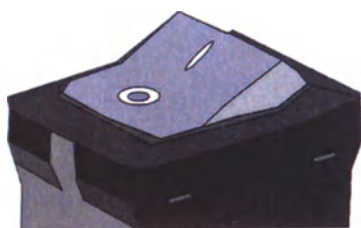

Рис. 10-1 Предохранитель для двухполюсного выключателя
5. Проверьте настройку выключателя-предохранителя, как показано на рис. 10-1.